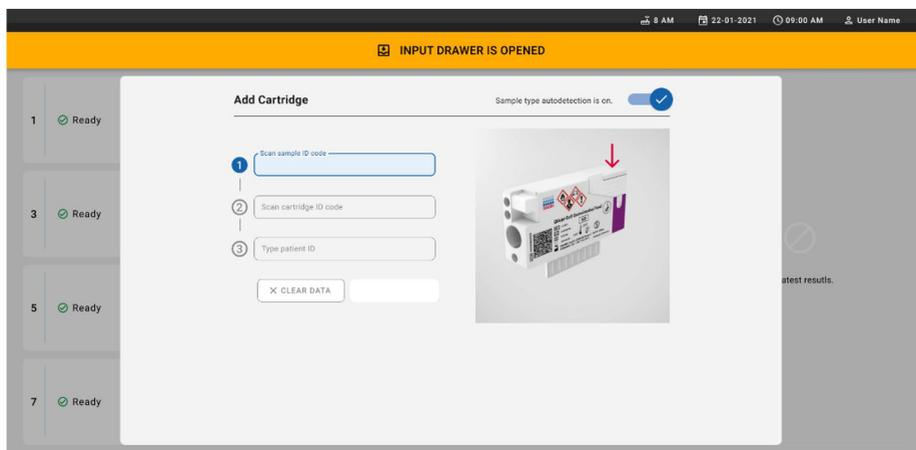

Figura 21. Schermata di scansione dell'ID del campione.
7. Viene visualizzata la finestra di dialogo **Add Cartridge** (Aggiungi cartuccia) e viene attivato lo scanner davanti allo strumento. Eseguire la scansione del codice a barre dell'ID del campione sulla parte superiore della QIAstat-Dx Gastrointestinal 2 cartridge davanti allo strumento (posizione indicata dalla freccia) (Figura 21).